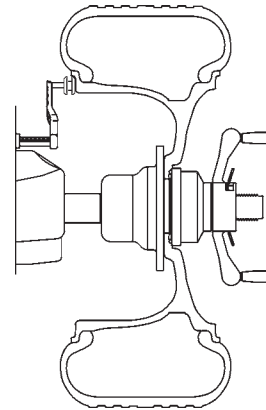

Figure 23a
- Déplacer le bras de déport de la jante au bord de la jante, toucher le pointeur sur le bord de la jante comme cela est illustré à la figure 23a et maintenir pressé pendant au moins une seconde. L'avertisseur sonore retentira quand les valeurs de la distance et du diamètre sont calculées et entrées. Faire revenir complètement le bras dans sa position initiale inférieure sur l'équilibreuse. Ne pas laisser le bras de mesure « balancer » devant l'équilibreuse.